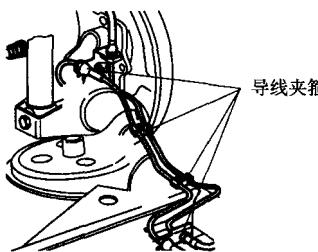

图 2-6 拆卸后轮转速传感器导线夹箍
- ③ 松开车轮螺栓，举升车辆，拆下车轮。
- ④ 从支架上松开车轮转速传感器导线，取下车轮转速传感器导线的夹箍，如图 2-6 所示。